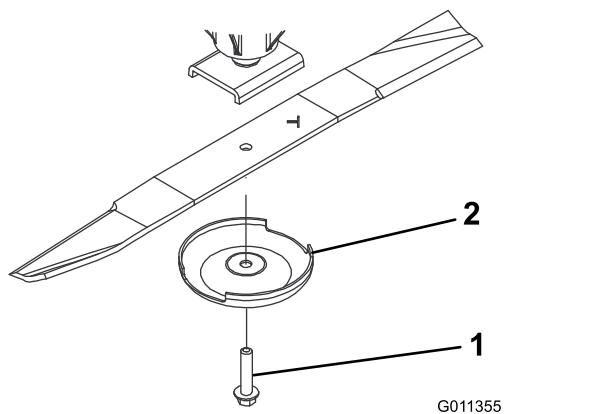

図 96
2. ぼろきれや厚いパッドの入った手袋を使ってブレードの端部をしっかりと握る。スピンドルのシャフトからブレードボルト、芝削り防止カップ、ブレードを取り外す図 96。
うに取り付け、芝削り防止カップをつけてブレードボルトで固定する図96。各ブレードボルトを $115149\text{N}\cdot\text{m} \times 11.815.2\text{kg.m} = 85110\text{ft-lb}$ にトルク締めする。
ブレードの磨耗を放置すると、ブレードのセール部と平坦部との間に割れ目が発生する図96。この割れ目が拡大すると、最終的にはブレードがちぎれてハウジングの下から飛び出し、これがオペレータや周囲の人間に重大な人身事故となる。